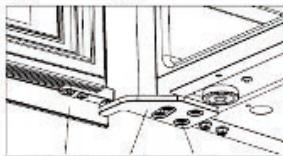

Figure 5
- Installez la charnière supérieure droite ③, et vissez les vis M5*16 ②.[Figure 5]